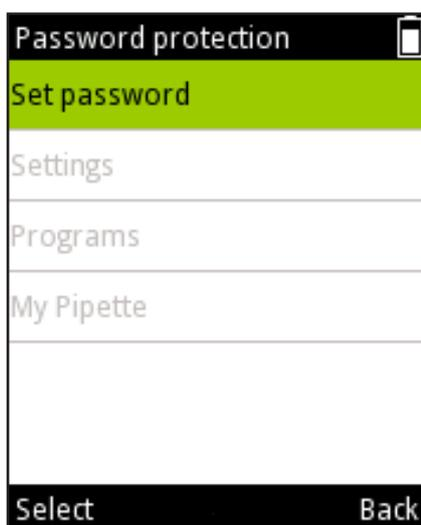

图 D46.
3. 按下  (Select (选择)) 以设置密码 (图 D46)。